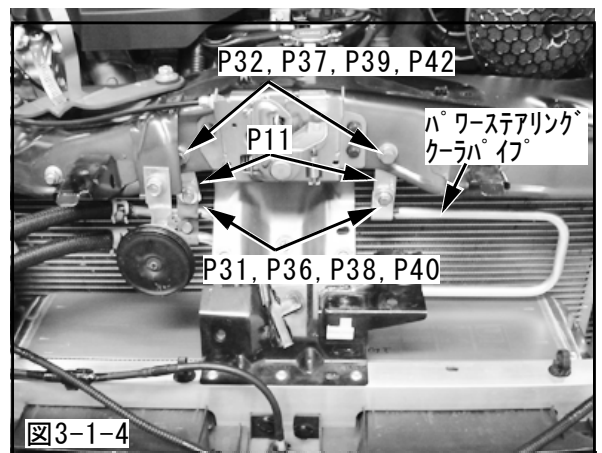

図3-1-4
- (6) パワーステアリングクーラパイプを上下反転させ、パワステパイプブラケットを使用して車両に取付けてください。〈図3-1-4, 図3-1-5〉